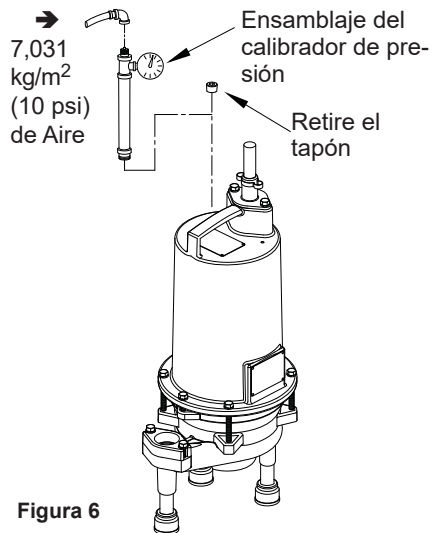

Figura 6
Para bombas que se han desensamblado - Si la bomba ha sido desensamblada, se debe vaciar el aceite antes de ejecutar una prueba de presión, tal como se indica en "Cómo cambiar el aceite". Retire el tapón del tubo (Ref. No. 20) del cárter del motor (Ref. No. 19). Aplique sellador para tubería al ensamblaje del calibrador de presión y apriete hacia el interior del orificio (vea la Figura 6).
- Puede llevar a cabo la prueba de presión con el aceite a su nivel normal. Retire el tapón del tubo (Ref. No. 20) del cárter del motor (Ref. No. 19). Aplique sellador para tubería al ensamblaje del calibrador de presión y apriete hacia el interior del orificio (vea la Figura 6). Presurice el cárter del motor (Ref. No. 19) a 7,031 kg/m² (10 psi). Use una solución jabonosa alrededor de las áreas selladas y examine las uniones para ver si hay "burbujas de aire". En las áreas selladas por debajo del nivel de aceite, las fugas dejarán escapar el aceite. Si después de cinco minutos la presión todavía se mantiene constante, y no se observan "burbujas"/fugas de aceite, deje salir la presión lentamente y retire el ensamblaje del calibrador. Cambie el aceite tal como se indica en "Cómo cambiar el aceite". Si la presión no se mantiene constante, se deberá ubicar la fuga y repararla.